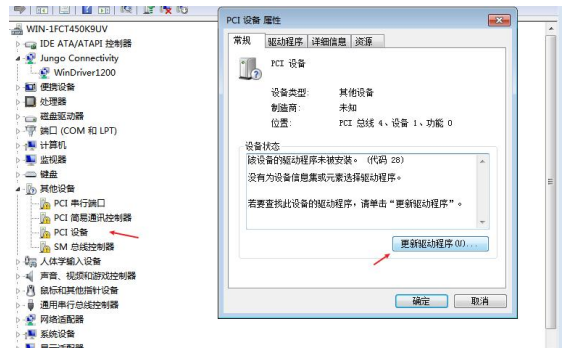

图 5-5 更新驱动
2. 启动 PC 机，鼠标右键单击“计算机”—>选择管理(G)”—>选择“设备管理器”，在“设备管理器”中是否找得到带有黄色感叹号的“PCI 设备”选项。如图 5-5 所示：
4. 鼠标右键单击“计算机”一>选择“管理”一>选择“设备管理器”，在“设备管理器”中找到带有黄色感叹号的“PCI 设备”选项，右键单击此选项，选择“更新驱动程序软件(u)……”，如图 5-5 所示：